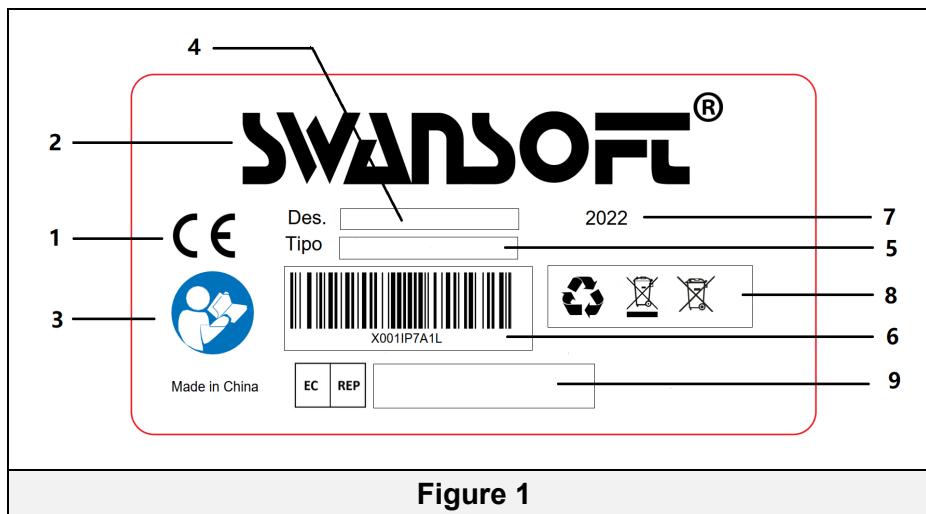

Figure 1
Une plaque/étiquette signalétique CE est appliquée sur chaque machine/outil (Figure 1).
Brancher la batterie (11) au chargeur de batterie (12) fig. 1 et la fiche de ce dernier à la prise d'alimentation (Fig. 2), en évitant d'utiliser des rallonges électriques car elles représentent une source potentielle de risques électriques. Les voyants lumineux à LED (8) du chargeur de batterie s'allument en rouge pendant le chargement ; quand la batterie atteint le maximum de la charge, la LED (8) devient verte.